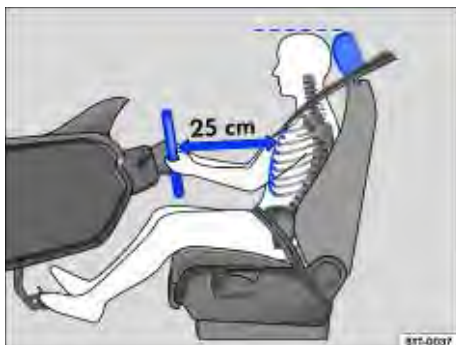

Fig. 36 A distância correta entre o condutor e o volante deve ser de, no mínimo, 25 cm.
- Ajustar o banco de modo que a distância entre ele e o tórax tenha no mínimo 25 cm $\Rightarrow$ Fig. 36 e que o condutor possa segurar o volante pela borda externa com as duas mãos e os braços ligeiramente dobrados.
- Para os bancos com apoio para cabeça: ajustar o apoio para cabeça de modo que a sua borda superior se encontre preferencialmente na mesma linha da parte superior da cabeça $\Rightarrow$ Fig. 36 e $\Rightarrow$ Fig. 37 – porém não abaixo da altura dos olhos. Posicionar a parte posterior da cabeça o mais perto possível do apoio para cabeça.